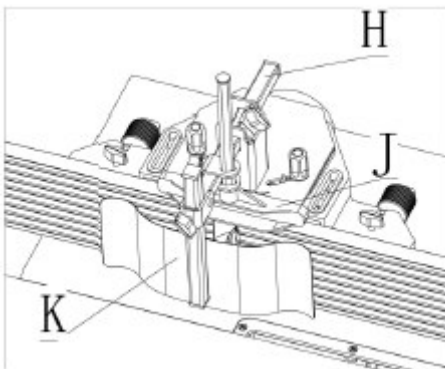

Abb.6-13: Fräferschutz
2. Er besteht aus den verstellbaren Stangen (Abb. 6-13, Pos. H), dem Druckpolster (Abb. 6-13, Pos. J) und der Rückschlagschutzplatte (Abb. 6-13, Pos. K).
4. Das vertikale Druckpolster (J) und die horizontale Rückschlagschutzplatte (K) sind so einzustellen, dass das Werkstück leicht gegen den Tisch und die Anschlaghälften gedrückt wird.